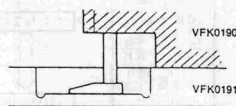

图76
②把导柱调整模板安装在带盘上;
③把带盘高度表放在模板上, 使高度表的探针与导柱调整模板的切口部分接触, 然后调整高度表指针为0, 如图76所示;